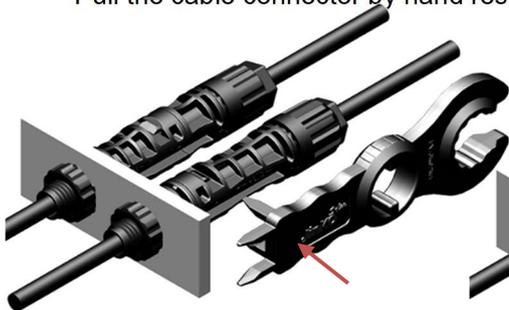

Figure 23
- ✧ 使用组装工具(类似 JKT-07)带有插销的一端插入连接器的卡扣位置 (如图 23)。
Insert the forks into the buckle of the connector by the assembly tool such as tool JKT-07 (Fig. 23).